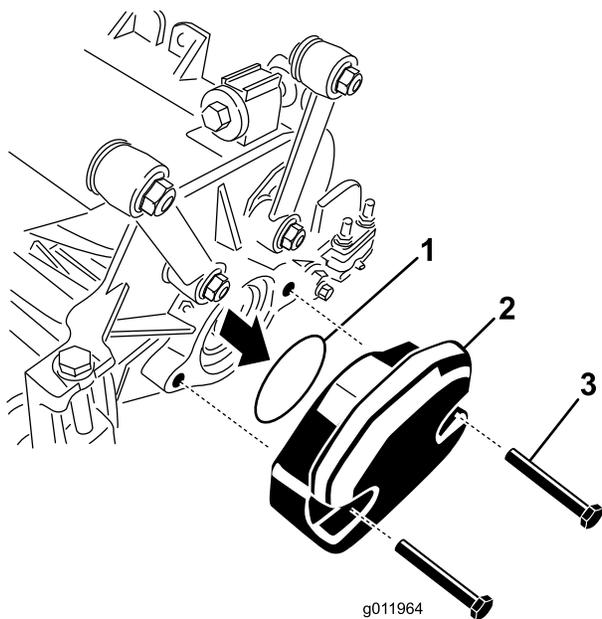

Figura 23
2. Rimuovete le zavorre e l'O-ring (Figura 23) dall'estremità interna dell'unità di taglio destra.